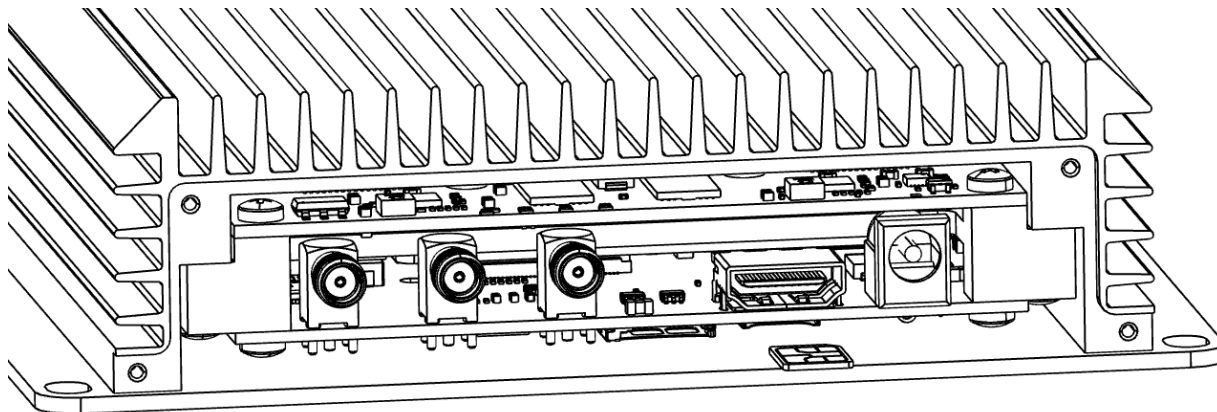

Рисунок 2.7 – Установка SIM-карты
2.9.2 Для работы с сотовыми сетями необходимо использовать SIM-карту формата nanoSIM. SIM-карта в комплект поставки Изделия не входит. Для установки SIM-карты необходимо демонтировать заднюю панель, выкрутив удерживающие её винты, после чего вставить SIM-карту контактами вверх в соответствующий слот (соединитель X22) (рисунок 2.7) и осуществить сборку в обратной последовательности.